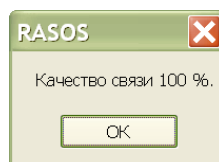

Рисунок 35 - Проверка связи
- 3) Качество связи с БКД-МЕ должно быть 100% (рисунок 35).